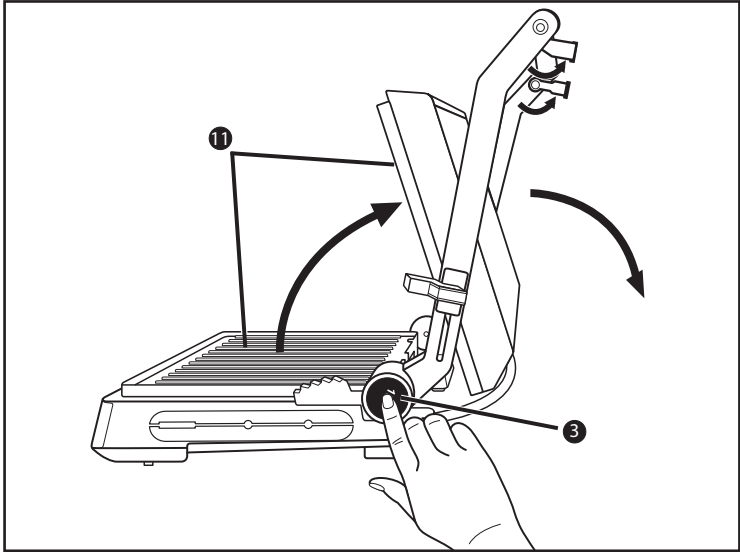

Abb. 1
- 1) Klappen Sie die beiden Stützfüße **1** aus (Abb. 1).
- 2) Drücken Sie die Entriegelungstaste 180° **3** (Abb. 1) und öffnen Sie den Gerätedeckel so weit, dass beide Heizplatten **1** als Tischgrill benutzt werden können.